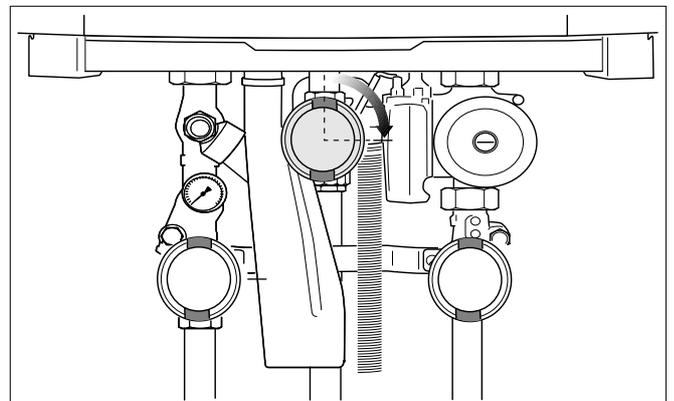

Fig. 82 Chiudere il rubinetto del gas
- Chiudere il rubinetto o l'intercettazione del gas (fig. 82).